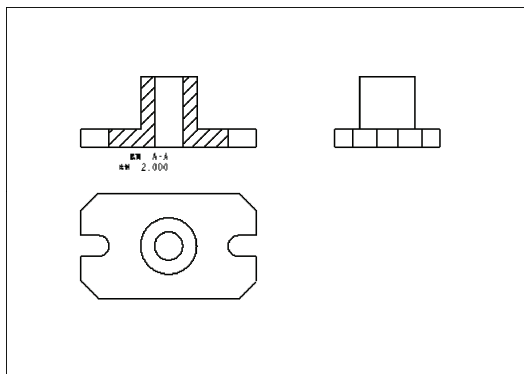

图 11-30 设置第 2 个投影视图的显示效果
10) 在“绘图视图”对话框中单击“应用”按钮, 然后单击  (关闭) 按钮。也可以直接单击“确定”按钮。插入第 2 个投影视图后的效果如图 11-30 所示。